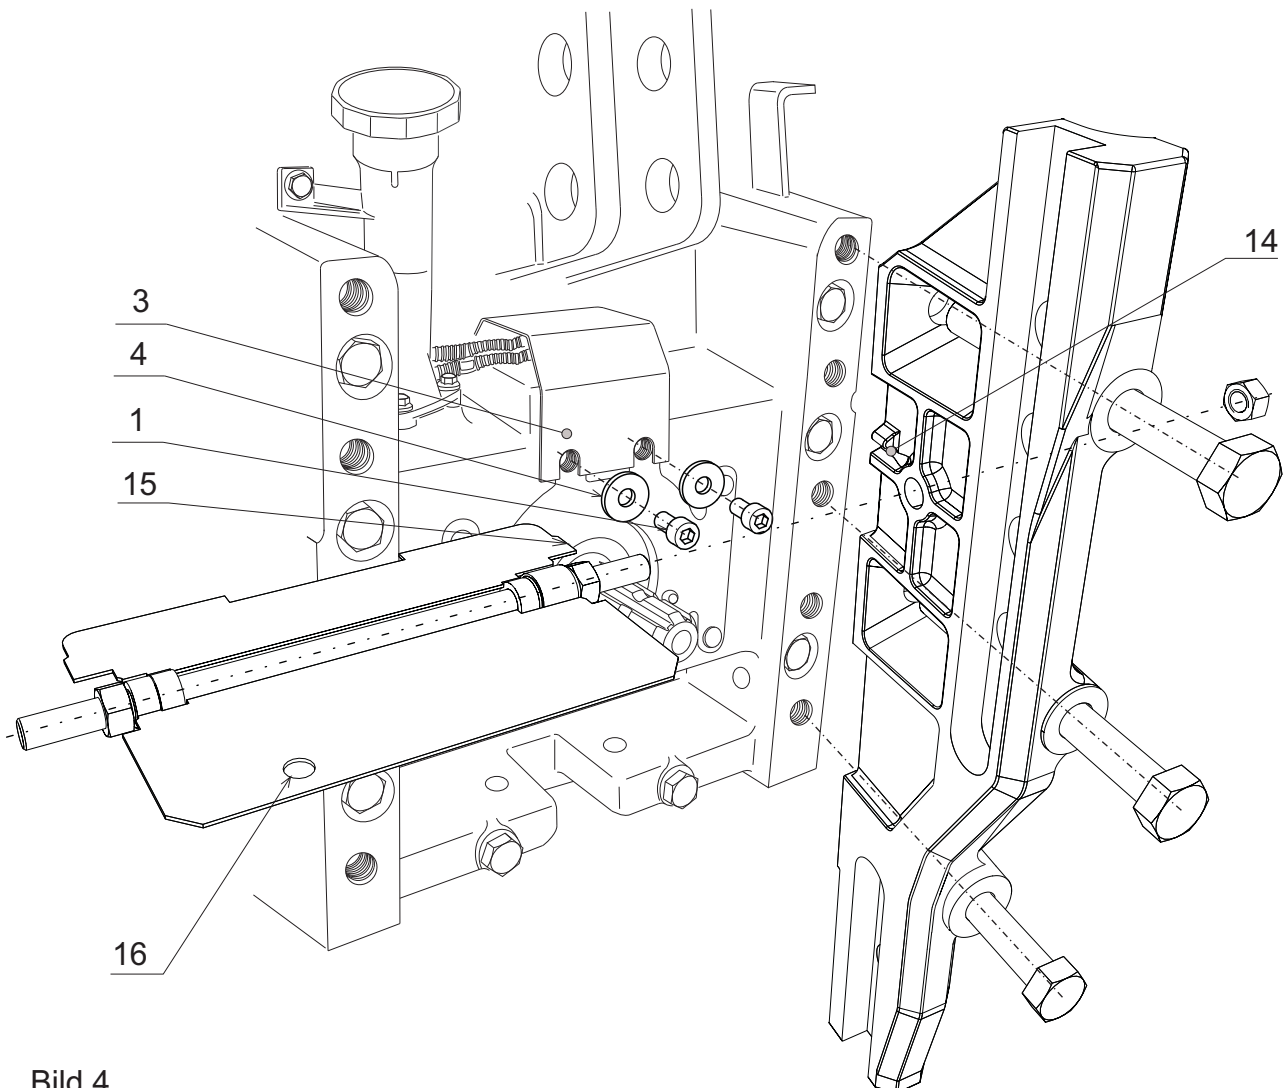

Bild 4
- den Schutz des Zapfwellendrehzahlsensors (3) wieder mit den vorher abmontierten Schrauben (1) befestigen; dabei die im Montagesatz enthaltenen Scheiben (4) unterlegen. [Bild 4 - auf Rückseite]
– rechte Wange (11) mit Schrauben (9, 10) **ohne** Unterlegscheiben am Getriebe befestigen - nicht festziehen. Den Zapfwellenschutz (13) an der Wange (11) montieren und mit der Mutter (7) befestigen - nicht festziehen. Darauf achten, dass das äussere Ende (15) des Zapfwellenschutzes in die Aufnahme (14) der Wange (11) eingreift. Die Bohrung (16) liegt auf der linken Seite. [Bild 4]
Die Wange (12) mit der Befestigungsbohrung durch das freie Ende des Zapfwellenschutzes schieben, analog Wange (11) - siehe Bild 4 - positionieren und mit den Schrauben (9, 10) **ohne** Unterlegscheiben befestigen - nicht festziehen.